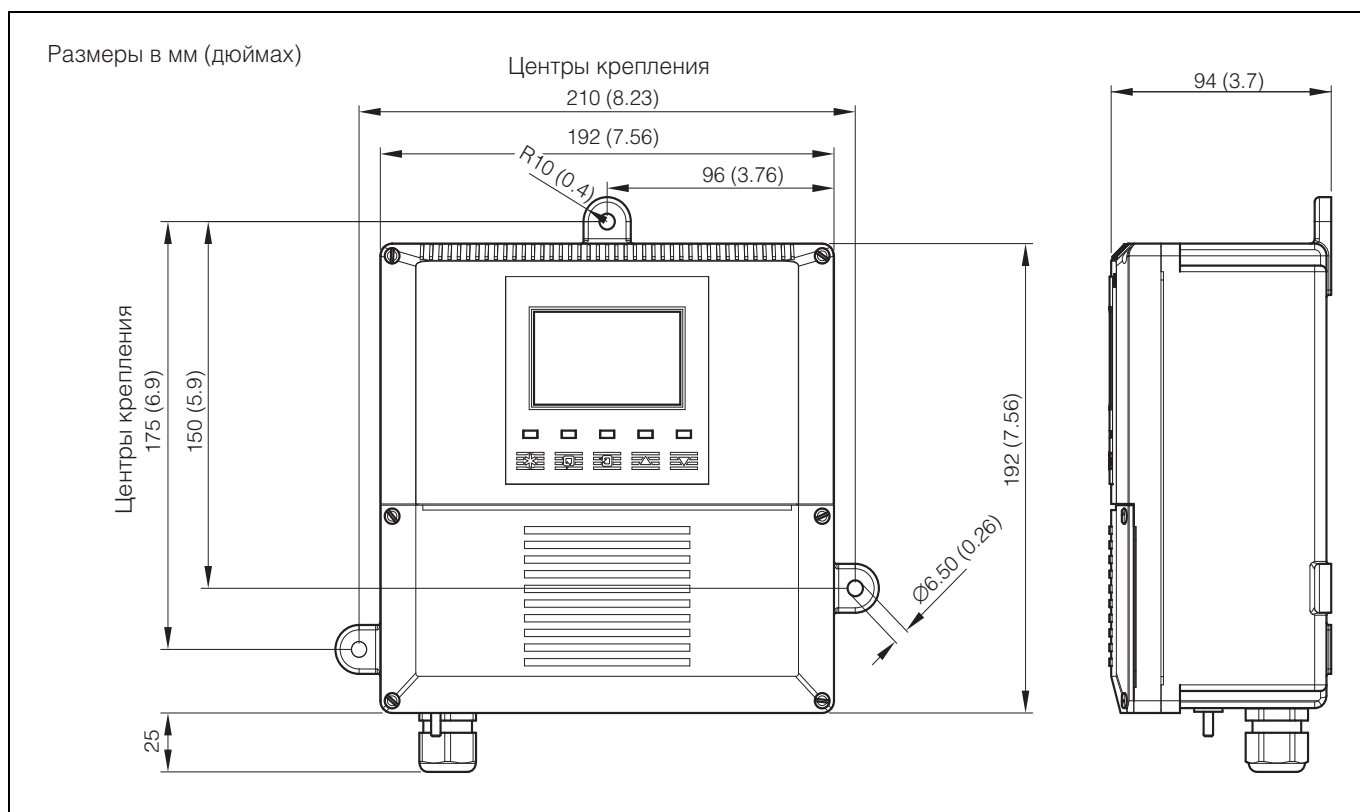

Рис. 6.2 Габаритные размеры
6.2.1 Анализаторы настенного/трубного монтажа – Рис. 6.2 и 6.3